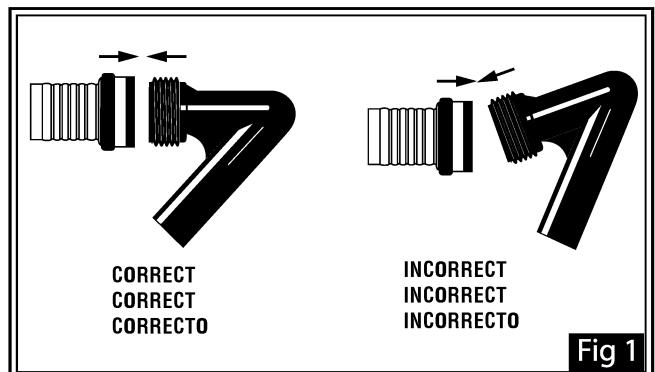

Fig 1
1. When attaching the garden hose to the out-tube and/or the leader hose to the in-tube, be sure to attach correctly (Fig. 1). Cross-threading could cause permanent damage.
1. En branchant le tuyau d'arrosage du jardin au tube de sortie et (ou) le tuyau de raccordement au tube d'arrivée, veillez à les raccorder correctement (fig. 1). Des filetages faussés risqueraient de causer des dégâts permanents.
1. Al conectar la manguera del jardín al tubo de salida y/o a la manguera de conexión, asegúrese de conectarla correctamente (Fig. 1). Una conexión incorrecta podría causar daño permanente.